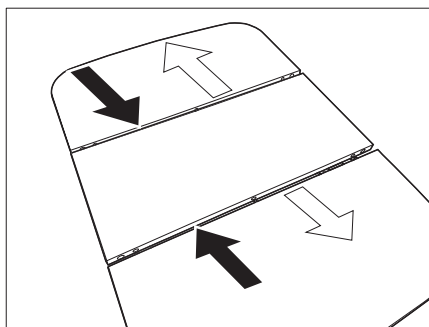

Fig. 105 Abbassamento del tavolo
- Spingere le parti esterne del tavolo sulla parte centrale (Fig. 105 - frecce nere).
- Separare le parti esterne del tavolo (Fig. 105 - frecce bianche).